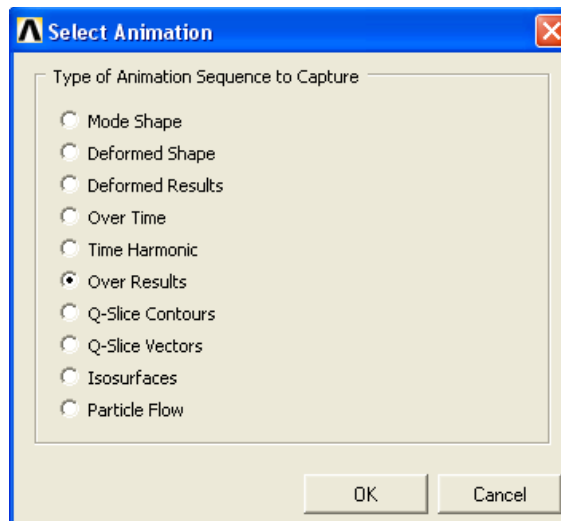

Рисунок 92. Окно *Select Animation*
- Кнопка **Animate Results**  предназначена для создания анимации изменения полей распределения физического параметра во времени. При нажатии на эту кнопку появляется окно **Select Animation** (Рисунок 92), в котором необходимо выбрать один из пунктов для создания анимационного ролика. После нажатия кнопки **OK** появятся дополнительные окна, в которых необходимо указать физический параметр и опции анимации.